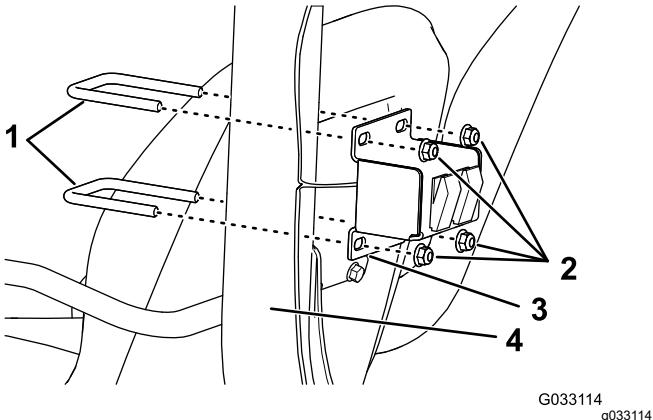

Bild 9
- Befestigen Sie die Schalterhalterung am Multi Pro 5800 mit zwei U-Bügeln ($\frac{3}{8}$ " x 2-15/16" x 3½") und vier Sicherungsbundmuttern ($\frac{3}{8}$ ") an der Rückseite des Überrollschatzes, wie in Bild 9 abgebildet.